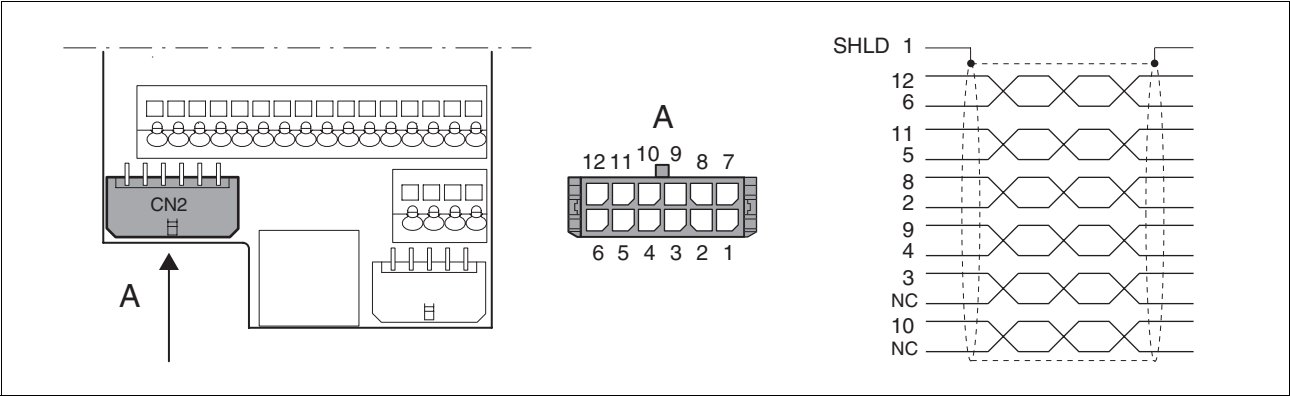

图 6.14 电机编码器接线图
- ▶ (1) 剥去电缆包皮，长度 A 取决于设备，见表。
- ▶ (2) 将屏蔽编织层越过电缆包皮向后翻。需将屏蔽排扰线作接线之用。
- ▶ (3) 红色与紫色绞合线无用，可将其剪去。用热收缩套管将屏蔽排扰线绝缘。
- ▶ (4) 将插接触头压接在剩下的绞合线和经过绝缘处理的屏蔽排扰线上。用热收缩套管将屏蔽编织层绝缘。将压接触头插入插接器外壳中，请参阅图 6.14 中的针脚配置。
- ▶ (5) 从所示部位将长度为 C 的电缆包皮剥去，再用线夹将电缆固定在 EMC 板上（屏蔽 — 接地连接）。